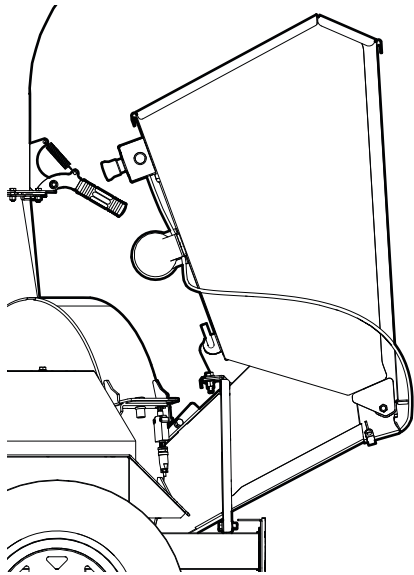

Fig. 17 – Position fermée
2. Abaissez la trémie de déchetage dans la position fermée. Voir Fig. 17.